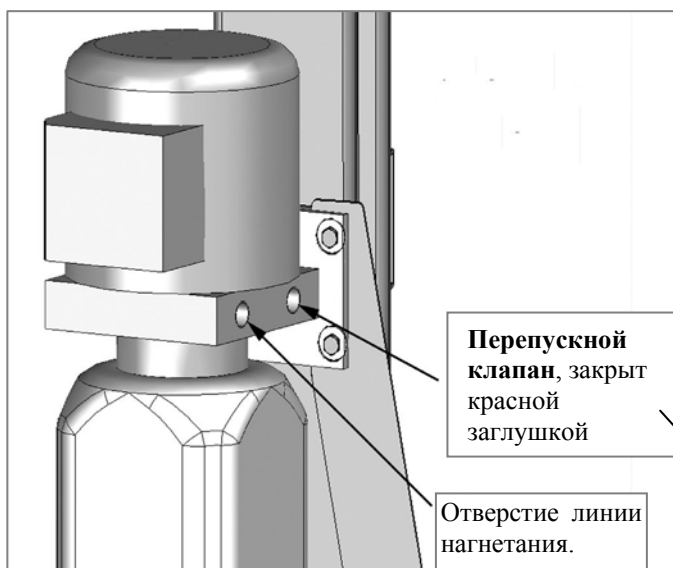

Рис. 10.1
1. Снимите на агрегате транспортировочную заглушку на линии нагнетания. Подсоедините шланг высокого давления, как описано ниже, см. рис. 10.1 – 10.2.